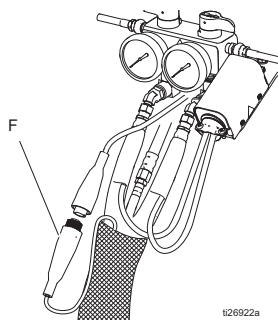

Рис. 9. Шланг с подогревом
3. Отключите кабель (F) датчика температуры жидкости от Reactor (см. Рис. 9).